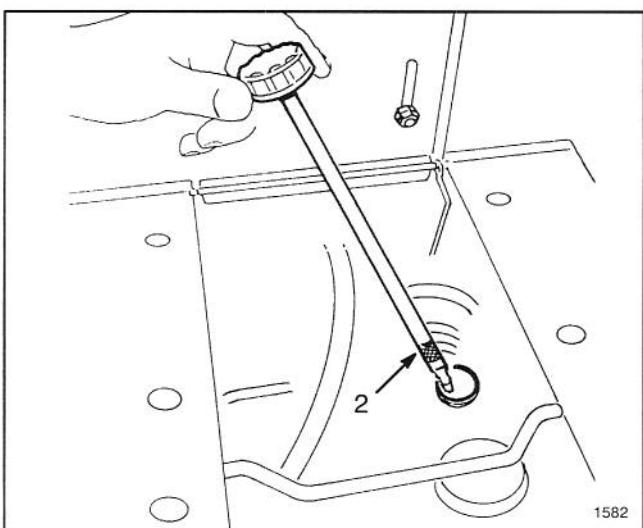

Abbildung 4
3. Den Peilstab vom Füllrohr entfernen (Abb. 4).
5. Langsam Öl in das Kurbelgehäuse gießen (Abb. 4). Der Motor verwendet ein hochwertiges waschaktives Öl mit der — API — "Service-Klassifizierung" SF oder SG des American Petroleum Institute. Die Ölviskosität — das Gewicht — muß in Übereinstimmung mit der voraussichtlichen Umgebungstemperatur gewählt werden.
6. Den Mäher leicht schaukeln, um eventuell im Kurbelgehäuse eingeschlossene Luft zu beseitigen. Den Peilstab ganz in das Füllrohr einschrauben; dann den Peilstab herausnehmen und sicherstellen, daß der Ölstand bis zur FULL-Markierung am Peilstab geht (Abb. 4). Bei zu niedrigem Ölstand gerade soviel Öl nachfüllen, daß das Öl die FULL-Markierung erreicht.